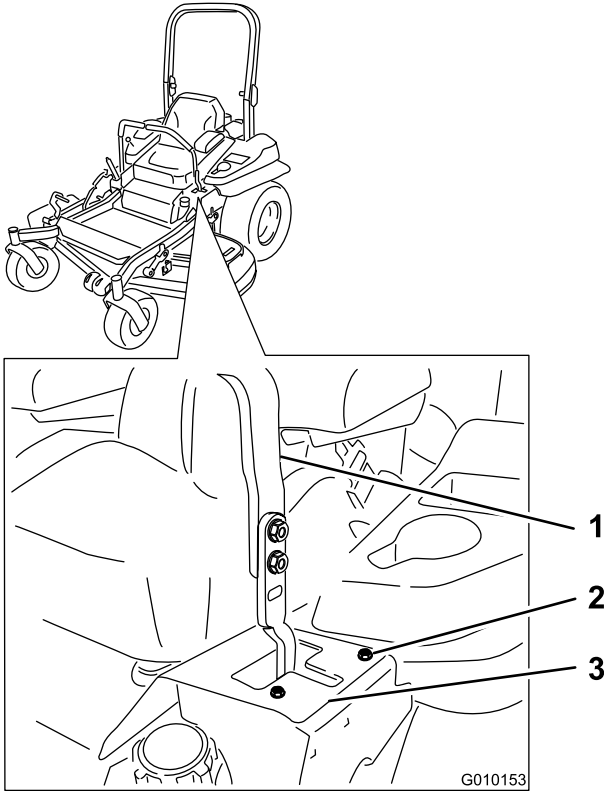

Figura 63
- Si se desvía hacia la derecha, afloje los pernos y ajuste la chapa del tope izquierdo hacia atrás en la ranura en T de la izquierda hasta que la máquina avance en línea recta (Figura 63).
- Si se desvía hacia la izquierda, afloje los pernos y ajuste la chapa del tope derecho hacia atrás en la ranura en T de la derecha hasta que la máquina avance en línea recta (Figura 63).
6. Apriete la chapa del tope (Figura 63).